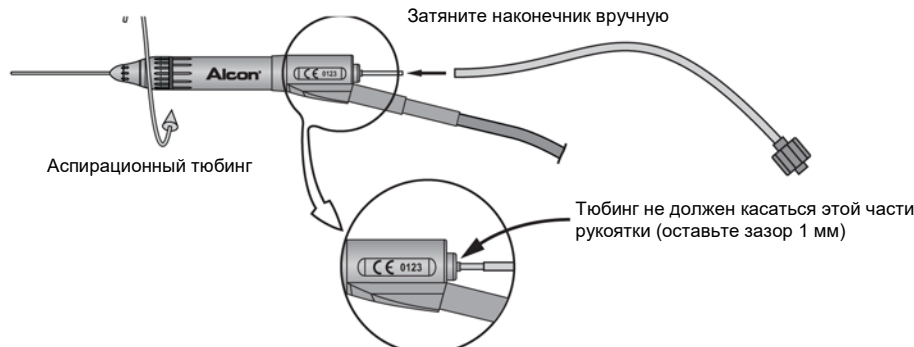

Рисунок 3-10 Короткий тубинг
5. **Подсоединение аспирационного тубинга** - Подсоедините синий разъем аспирационного тубинга кассеты к конусу Люэра короткого тубинга на рукоятке для витректомии (см. Рисунок 3-10). Нажмите клавишу «Следующий (Next)».